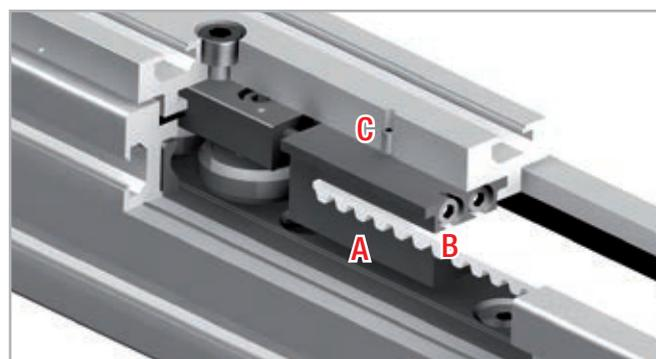

Fig. 51
1. Desenroscar los tornillos de seguridad C (en la parte superior del cursor) desde el dispositivo de tensado de la correa A (ver fig. 51).